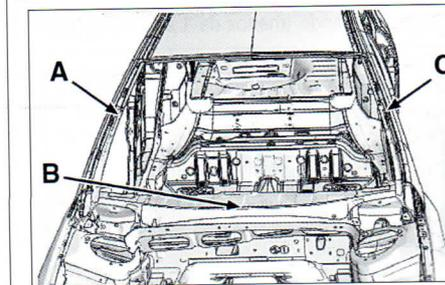

FIG. 77
- Montar los separadores en (A, B y C) (fig. 77).